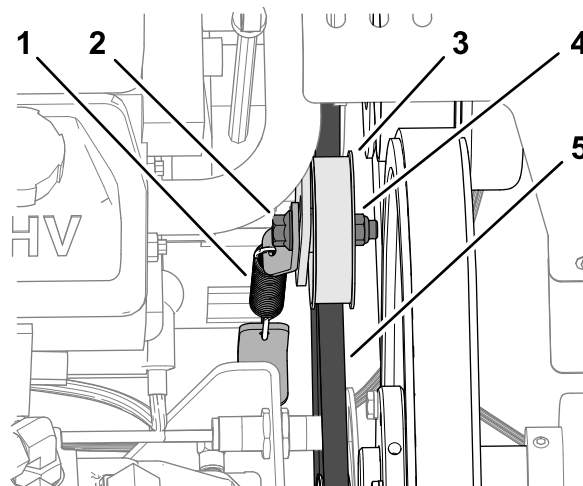

図 165
3. 油圧ポンプベルトのアイドラプーリを固定しているフランジヘッドキャップスクリューとフランジロックナットをゆるめる。ボルトがアイドラサポートのスロットの中で動くようになればよい **図 165**。